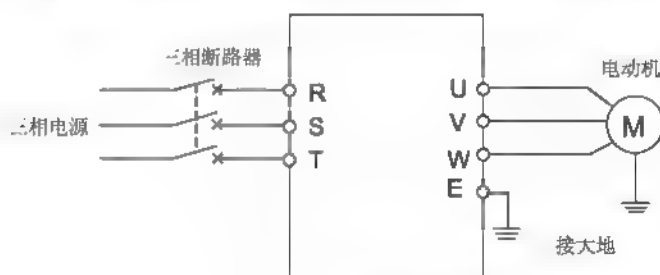

图 4-2 简单运行接线图
- ① 按图 4-2 接线；
- ② 确认接线无误后合上电源开关，接通电源，变频器先显示 "PoFF"，稍后显示 "0"，辅显示短暂显示软件版本。
- ③ 确认频率设定通道为面板数字设定方式 ([F0.1] = 0)；
- ④ 根据变频器拖动电动机的额定铭牌数据，确认是否对参数[F1.3]、[F1.4]进行设置；
- ⑤ 按 **FWD** 键启动变频器，变频器输出 0 频率，显示 "0.0"；
- ⑥ 按 **▲** 键，增大设定频率，变频器的输出频率增加，电机转速加快；
- ⑦ 观察电机的运行是否正常，若有异常立即停止运行，并断电，查清原因后再运行；
- ⑧ 按 **▼** 键减小设定频率；
- ⑨ 按 **STOP** 键停止运行；并切断电源开关。